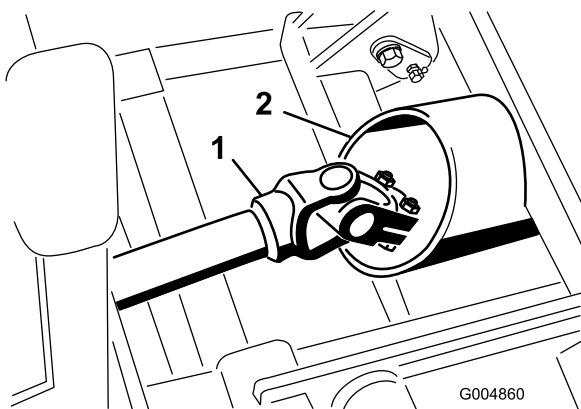

Figura 45
7. Coloque cuidadosamente el conjunto del bastidor de invierno en su posición, pasando el árbol de transmisión a través del tubo del bastidor (Figura 45).